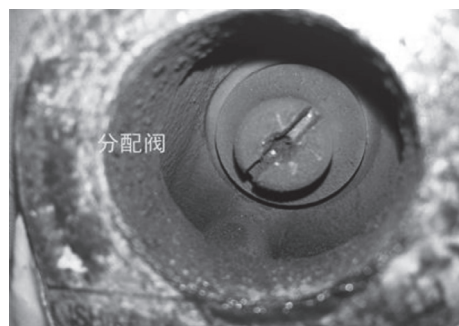

图 7 分配阀卡阻
(1) 因之前进行增压机启动气源改造时,只对气源进行了改造,气源与增压机连接管线及工艺措施未做考虑,原启动气源与增压机连接管线为碳钢材质,当启动气源由天然气改为空气,空气氧化加速了启动气源原连接管线内壁腐蚀,在气流冲刷作用下锈蚀脱落,形成铁锈粉末。增压机启动时铁锈粉末随压缩空气进入到启动气分配阀,造成启动气分配阀卡阻无法正常工作(见图 7),机组不能启动。